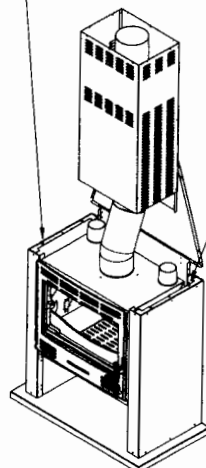

Fig. 8
- 6) Fixer le devant de hotte (Fig. 8).